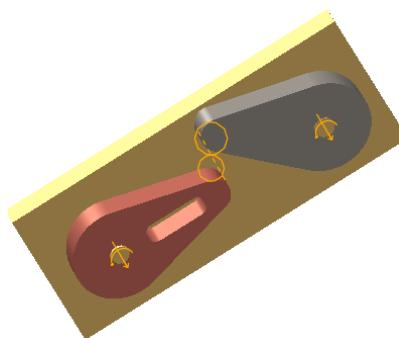

图 7.4.12 设置 3D 接触
(3) 单击操控板中的  按钮，完成连接的创建，如图 7.4.12 所示。